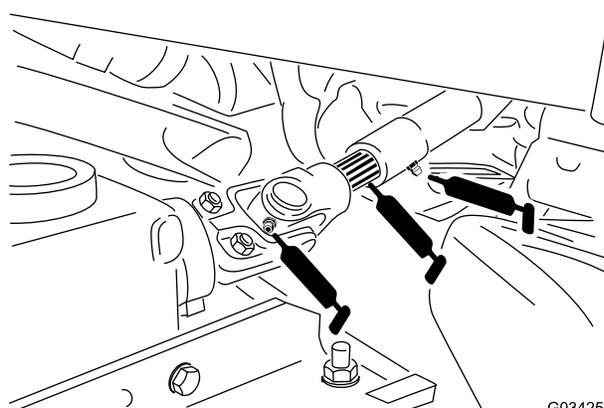

Рисунок 34
- Карданный вал механизма отбора мощности (Рисунок 34)